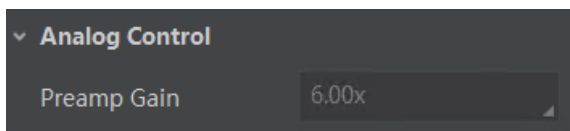

图10-36 模拟增益设置
- *Preamp Gain*：通过 *Analog Control* 属性下的 *Preamp Gain* 参数进行设置，可查看当前相机支持的模拟增益大小，如 图10-36 所示。